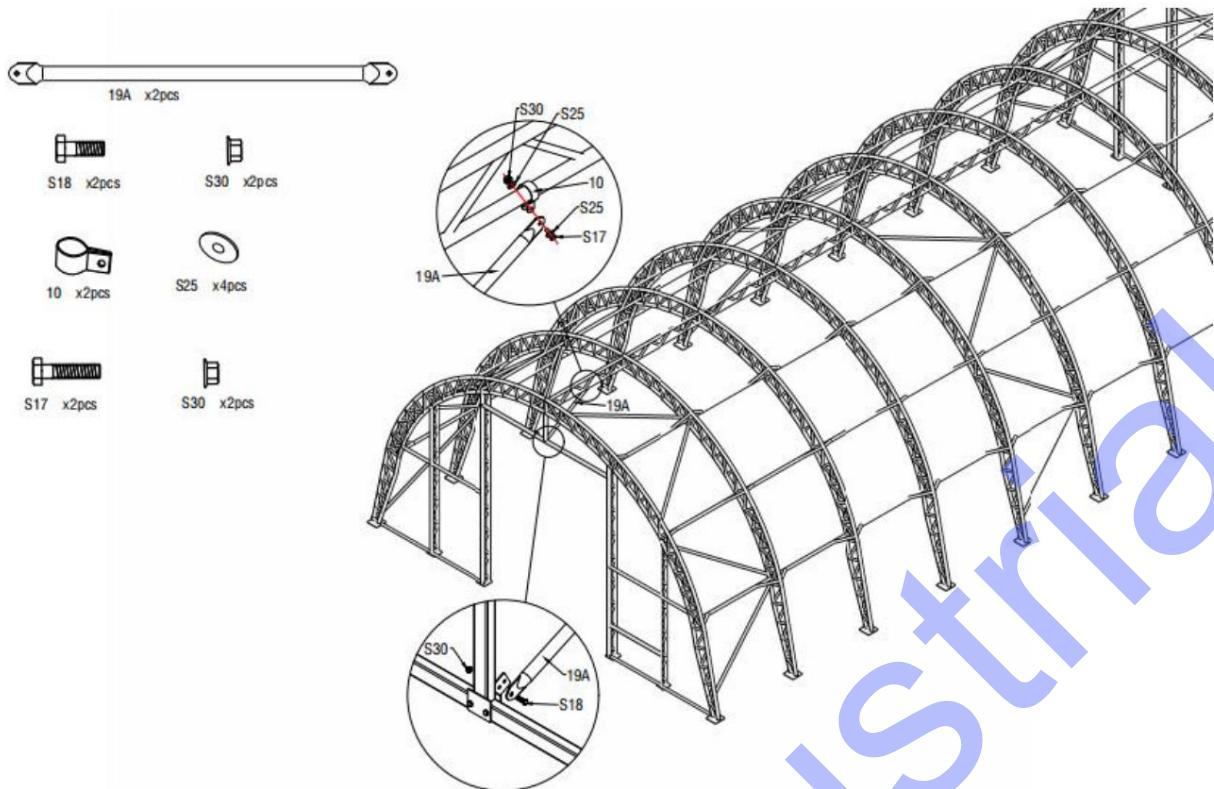

Figure 15
2. Fixez les clips (n° 10) sur les pannes à double ferme (n° 6) et installez le tube de support diagonal pour poutre de porte (n° 19A) sur les clips comme illustré à la figure 15. Veuillez connecter le tube de support diagonal pour poutre de porte (n° 19A) entre le cadre de porte et les pannes à double ferme (n° 6) à l'aide de vis M10x30 (n° S18) et M10x50 (n° S17) avec une rondelle plate M10 (n° 25).